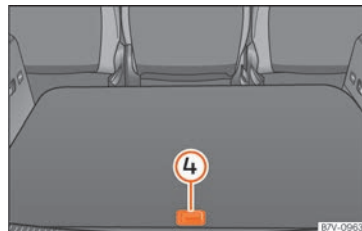

Fig. 192 Altri vani portaoggetti sul pavimento del bagagliaio.
Aprire il vano posteriore » fig. 192 ④:	▷ Alzare mediante l'asta la parte posteriore del pavimento del bagagliaio.